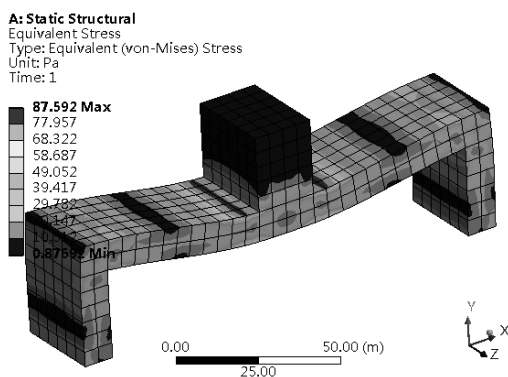

图 5-186 应力分析云图
Step6：选择 Outline（分析树）中 Solution（A6）下的 Equivalent Stress 选项，此时会出现如图 5-186 所示的应力分析云图。